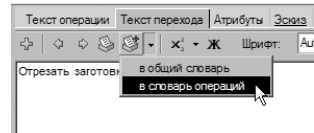

Рисунок 24
3. Выделите слова «в размер», с помощью мыши. Нажмите кнопку  **Добавить выделенное слово в словарь** и выберите в **Словарь операций** (рис. 24).